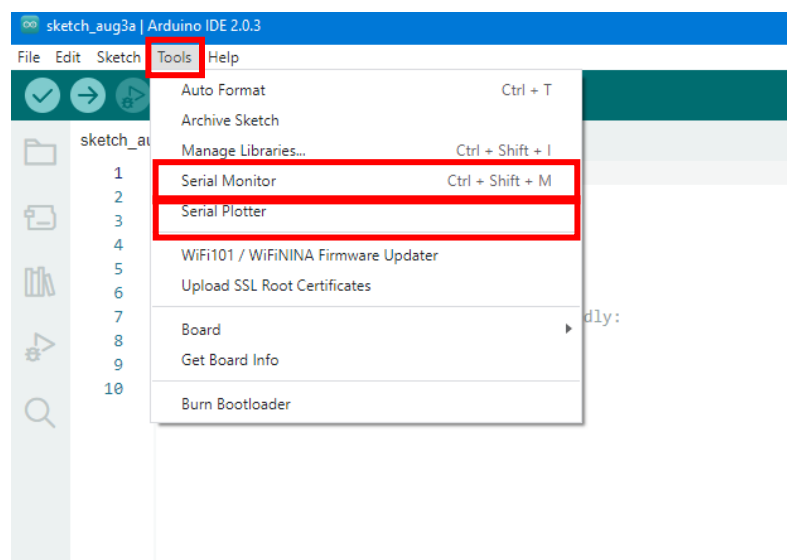

Рис.18. Вкладка «Tools» для выбора просмотра полученных данных
9. Откройте монитор порта, выбрав пункт «Tools» -> «Serial Monitor» в верхнем меню или плоттер по последовательному соединению, выбрав пункт «Serial Plotter» (рис.18).